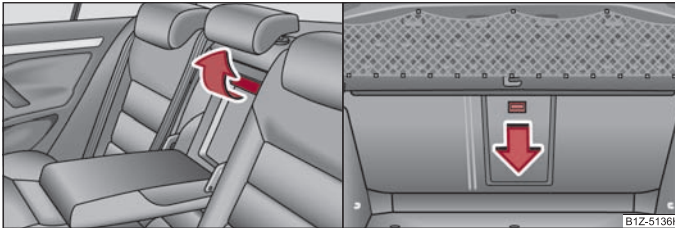

Fig. 100 Scaunele din spate: Mănerul capacului / Portbagajul: Tasta de deblocare
- Trageți mânerul până la limită în sus și rabatați capatul în jos ⇒ fig. 100 - stânga.
- Împingeți tasta de deblocare ⇒ fig. 100 în jos și rabatați capatul (cu cotiera) în față.